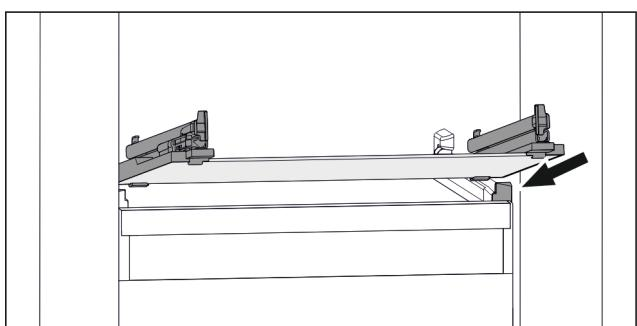

Fig. 140 Примерно изображение на стъклена плоча
- Поставете стъклена плоча под ъгъл зад ограничителите. (виж Fig. 140)